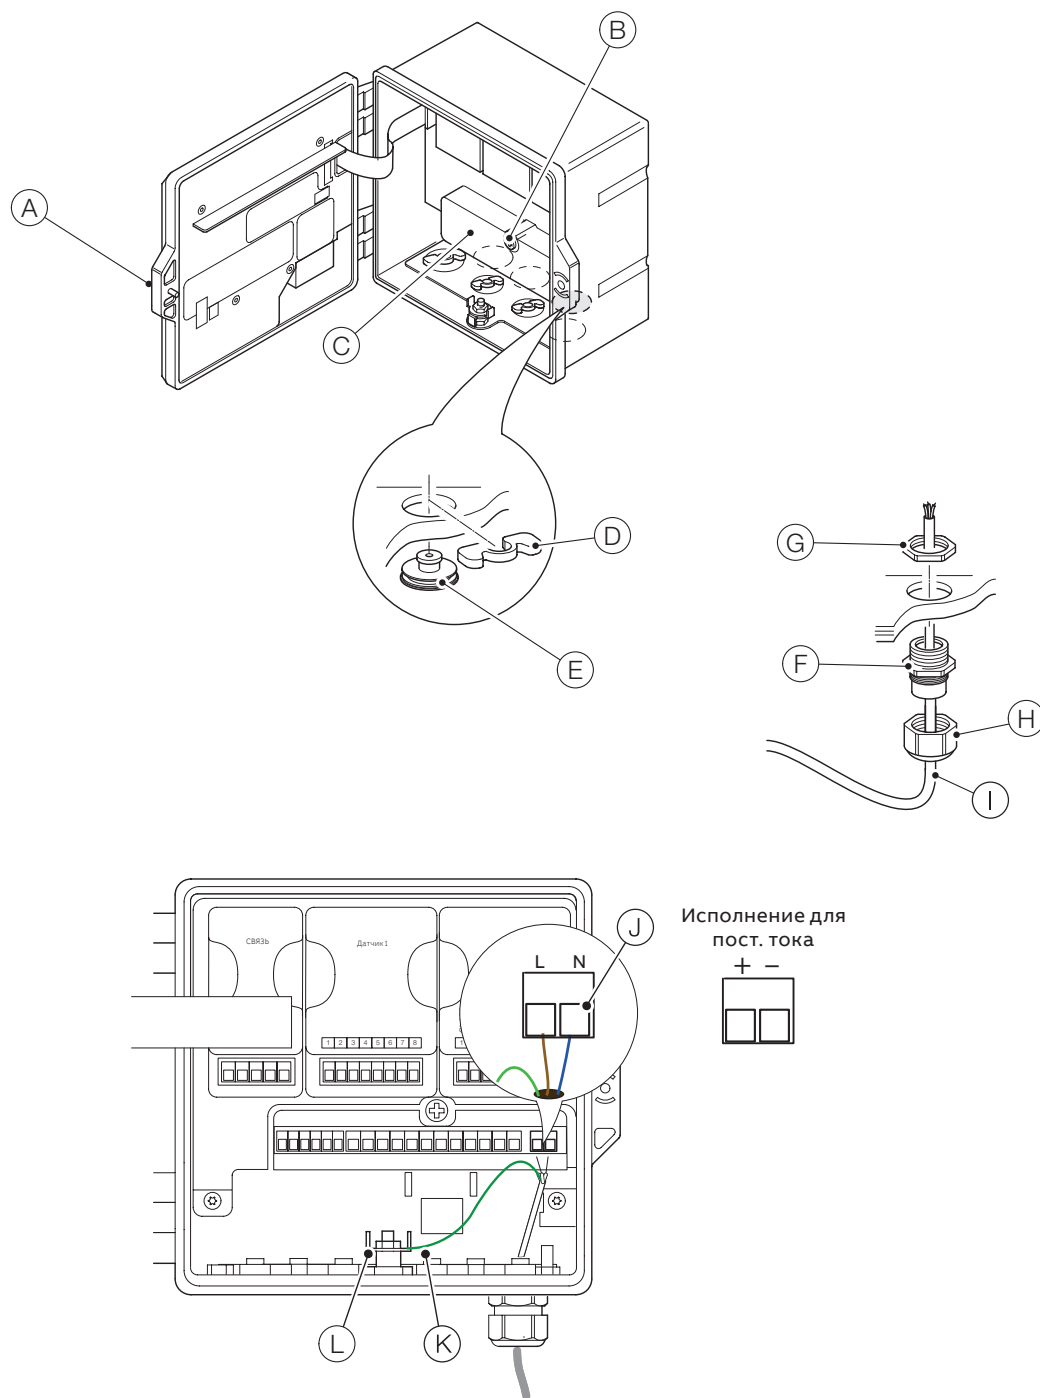

Рис. 10 Подключение питания к измерительному преобразователю – пластмассовый корпус
- При соединении внешней шпильки защитного заземления (см. Рис. 10 на стр. 14) с клеммой заземления в приборе необходимо использовать кабель подходящего сечения. Для подключения к шпильке защитного заземления используйте закрытый кабельный наконечник M4.
См. Рис. 10, стр. 14: